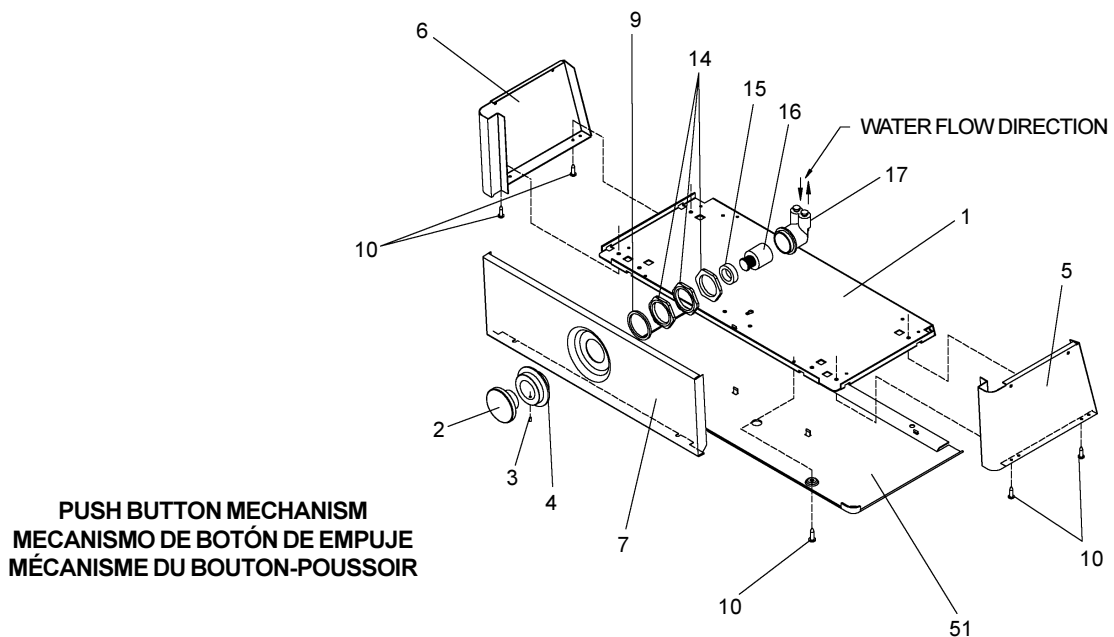

FIG. 2
- 8) Stream height is factory set at 45-50 PSI. If supply pressure varies greatly from this, adjust screw, accessible by removing Item 2, Fig. 2. CW adjustment will raise stream and CCW adjustment will lower stream. For best adjustment, stream should hit basin approximately 6-1/2" (165mm) from bubbler.
- 8) La pression du jet est réglée en usine 3,1 et 3,4 bars. Si la pression d'alimentation varie fortement de cette valeur, régler la vis, accessible en déposant l'article 2, fig. 2. Un réglage dans le sens des aiguilles d'une montre relève le jet, et un réglage dans le sens contraire l'abaisse. Pour un réglage optimum, le jet doit frapper le bassin à environ 165 mm du barboteur.